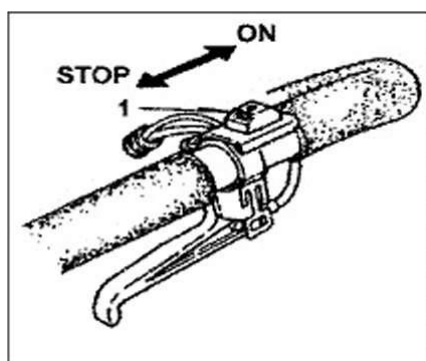

Рис.3
2. Несколько раз нажать на заливочный баллон (4), чтобы топливо потекло через баллон или обратную трубку. (При наличии подобного оснащения) (Рис.3)